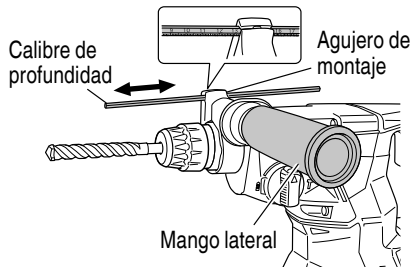

Fig. 26
7. Modo de usar el calibre de profundidad (Fig. 26)